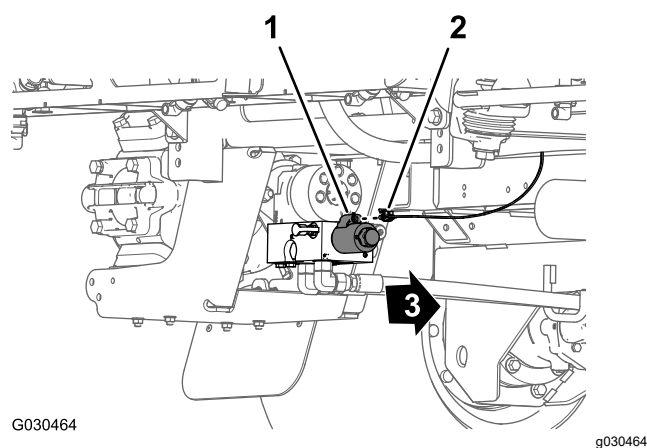

Figura 107
- En la parte trasera de la máquina, por dentro de la bomba de fumigación, conecte el conector hembra de 2 vías marcado **Spray Pump Solenoid** (solenoide de la bomba de fumigación) de la rama de 86 cm (34") del arnés de cables al conector de 2 pines del relé de la bomba (Figura 107).